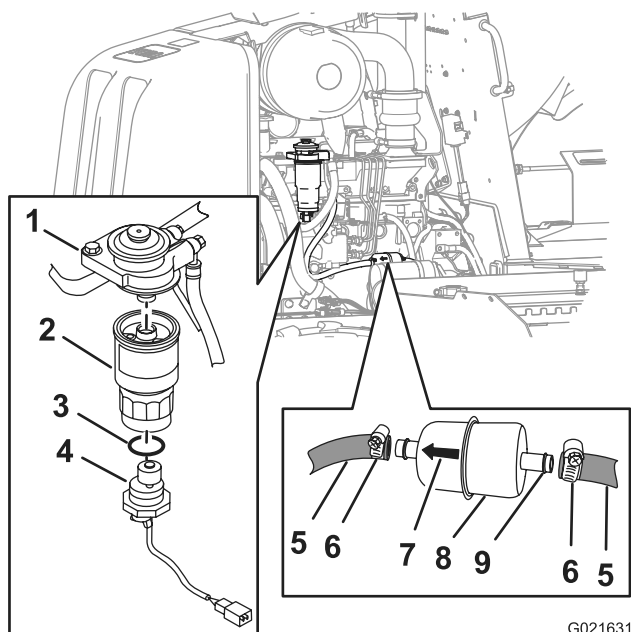

Bild 55
- C. Fassen Sie den sekundären Kraftstofffiltereinsatz fest an, drehen Sie den Wassersensor nach links und nehmen den Wassersensor ab (Bild 55).
- D. Fassen Sie den sekundären Kraftstofffiltereinsatz fest an, drehen Sie ihn nach links und nehmen ihm vom Filteradapter ab (Bild 55).
- B. Fluchten Sie den sekundären Filtereinsatz mit dem Filteradapter aus (Bild 55).
- D. Schieben Sie den neuen O-Ring auf den Wassersensor (Bild 55).
- E. Fluchten Sie den Wassersensor mit der Unterkante des sekundären Kraftstofffilters aus (Bild 55).
- F. Fassen Sie den sekundären Filtereinsatz fest an und drehen Sie den Wassersensor nach rechts, bis er angezogen ist (Bild 55).
3. Lösen Sie die Schlauchklemmen und schließen Sie den Hauptkraftstofffilter von den Kraftstoffschläuchen ab (Bild 55).
4. Fluchten Sie den neuen Hauptkraftstofffilter mit den Schläuchen aus; der Pfeil auf dem Filter muss nach vorne zeigen (Bild 55).
5. Schieben Sie die Schläuche auf das Schlauchanschlussstück des Hauptkraftstofffilters und ziehen die Schlauchklemmen an (Bild 55).